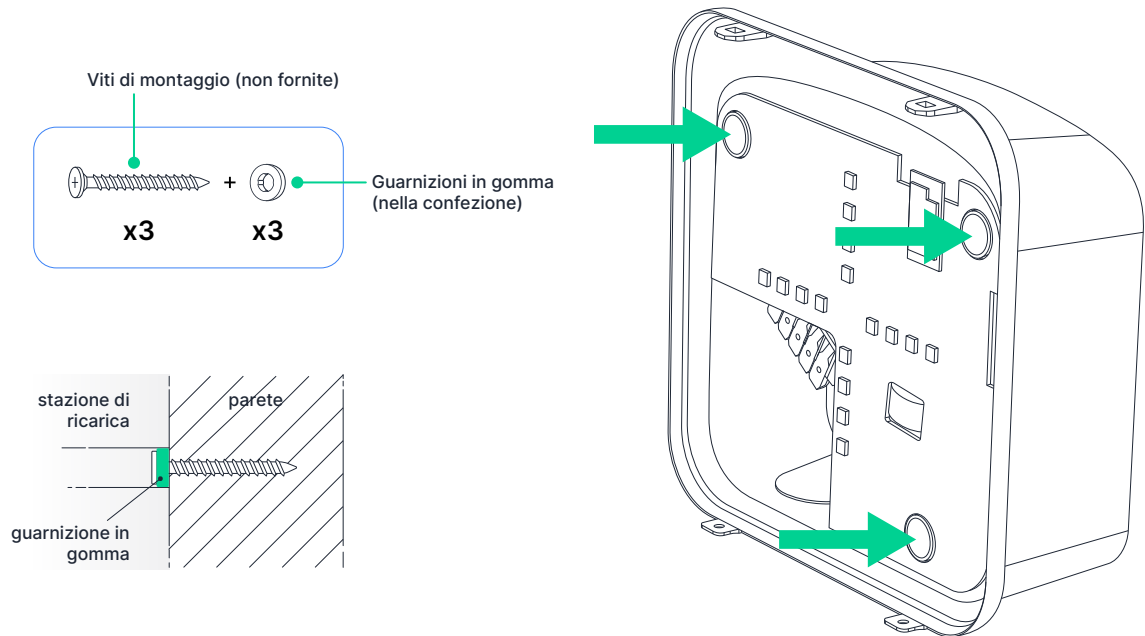

Fig. 6 - Punti di montaggio del caricabatterie
e viti di ancoraggio e le viti corrispondenti non sono incluse. (Fig. 6 - pag. 18)
9. Fissare il corpo principale della stazione di ricarica alla parete inserendo le viti con la **rondella di gomma in dotazione attraverso i punti di montaggio** e stringendole a mano con un cacciavite. (Fig. 6 - pag. 18)